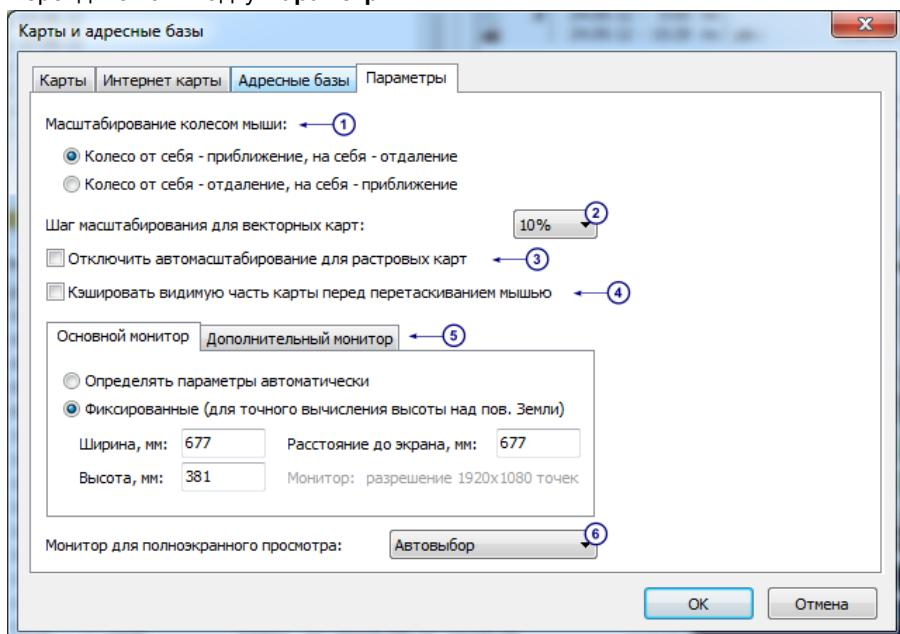

Рис.32 – Параметры работы с картой.
- Если для работы в диспетчерской программе используются два монитора, то в строке **Монитор для полноэкранного просмотра** выберите монитор, на котором будет выводиться карта в полноэкранном режиме (рис.32,п.6):
Настройте параметры отображения карты на основном и дополнительном мониторах (рис.32,п.5) (вкладки **Основной монитор** и **Дополнительный монитор**, соответственно).
Выберите способ масштабирования колесом мыши (рис.32,п.1):
Настройте шаг масштабирования для векторных карт (рис.32,п.2):
- Отключить автомасштабирование для растровых карт** (рис.32,п.3).
- Кэшировать видимую часть карты перед перетаскиванием мышью** (рис.32,п.4). Данная опция позволяет уменьшить мерцания при перерисовке и ускорить вывод растровых карт.